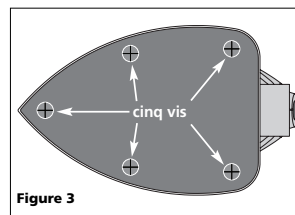

Figure 3
Débrancher l'outil. Retirer les cinq (5) vis (voir la figure 3) et retirer la plaque.